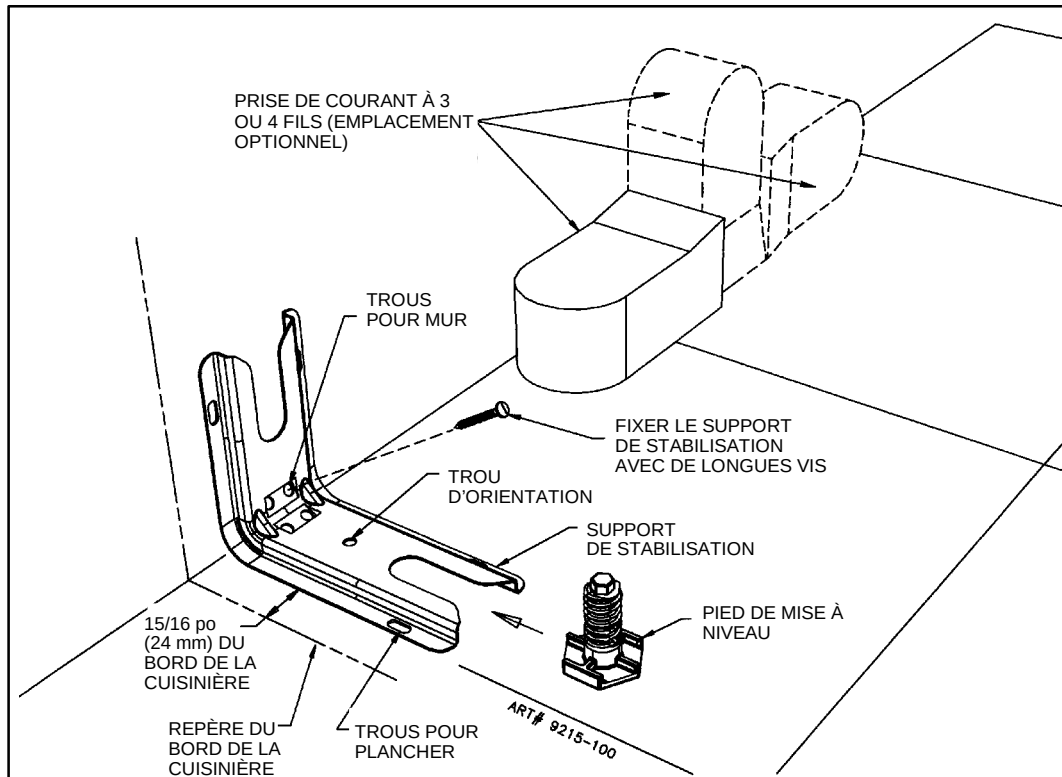

FIGURE 4
Emplacement du support de stabilisation (voir figure 4)
Si la prise de courant doit être montée tel que le représente la figure 4, la cuisinière ne pourra pas être poussée contre le mur.
- B. Placer le support à 15/16 po (24 mm) de la marque du « BORD » en allant vers le centre de l'ouverture et contre le mur arrière tel qu'indiqué à la figure 4, le trou d'orientation étant sur le plancher.
- C. Utiliser le support comme gabarit et marquer l'emplacement de tous les trous pour le type de matériau sur lequel le support doit être fixé, tel qu'indiqué à la figure 4.